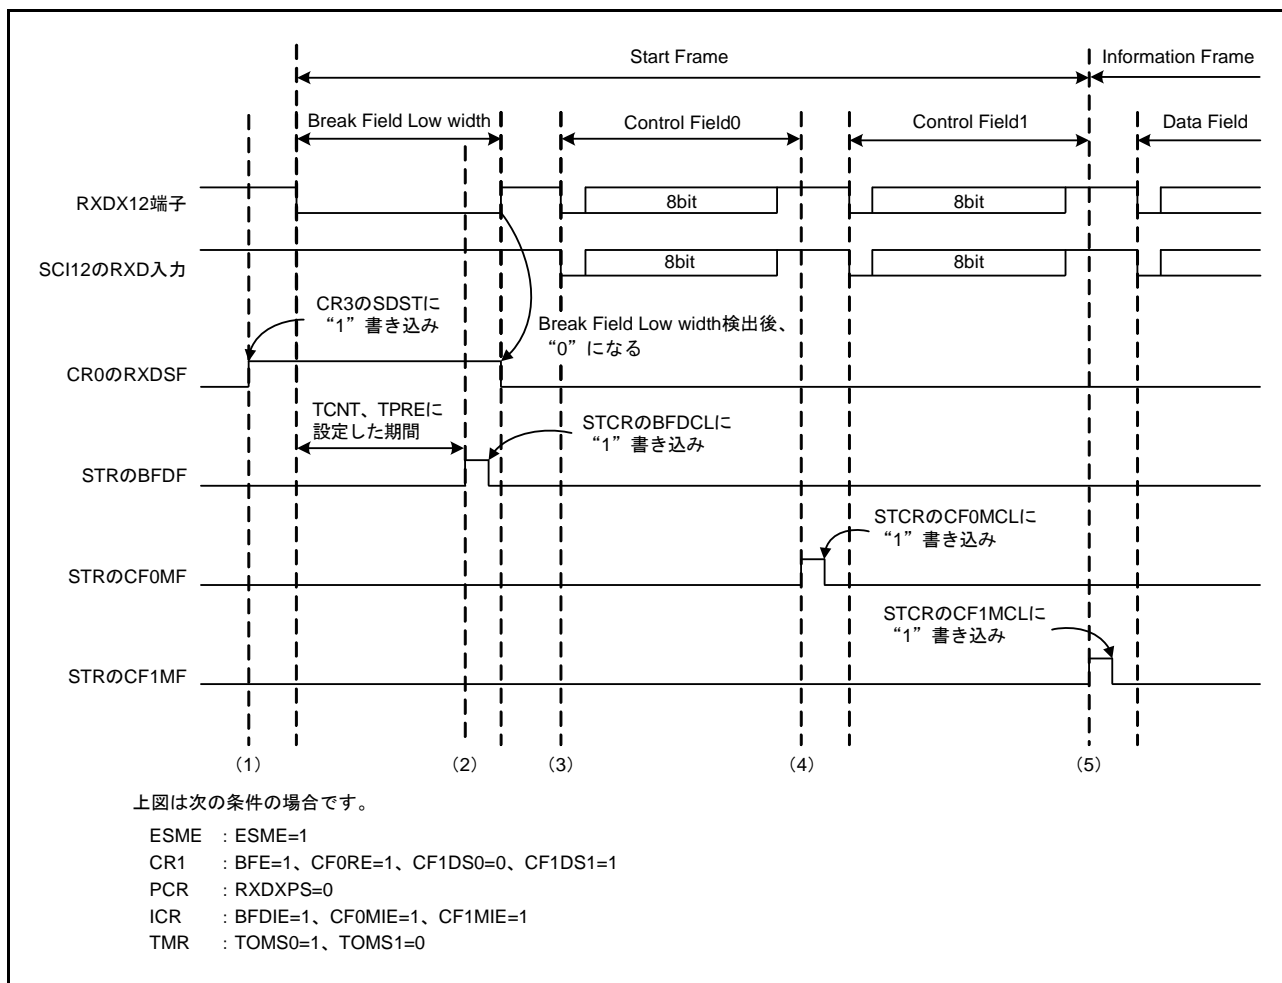
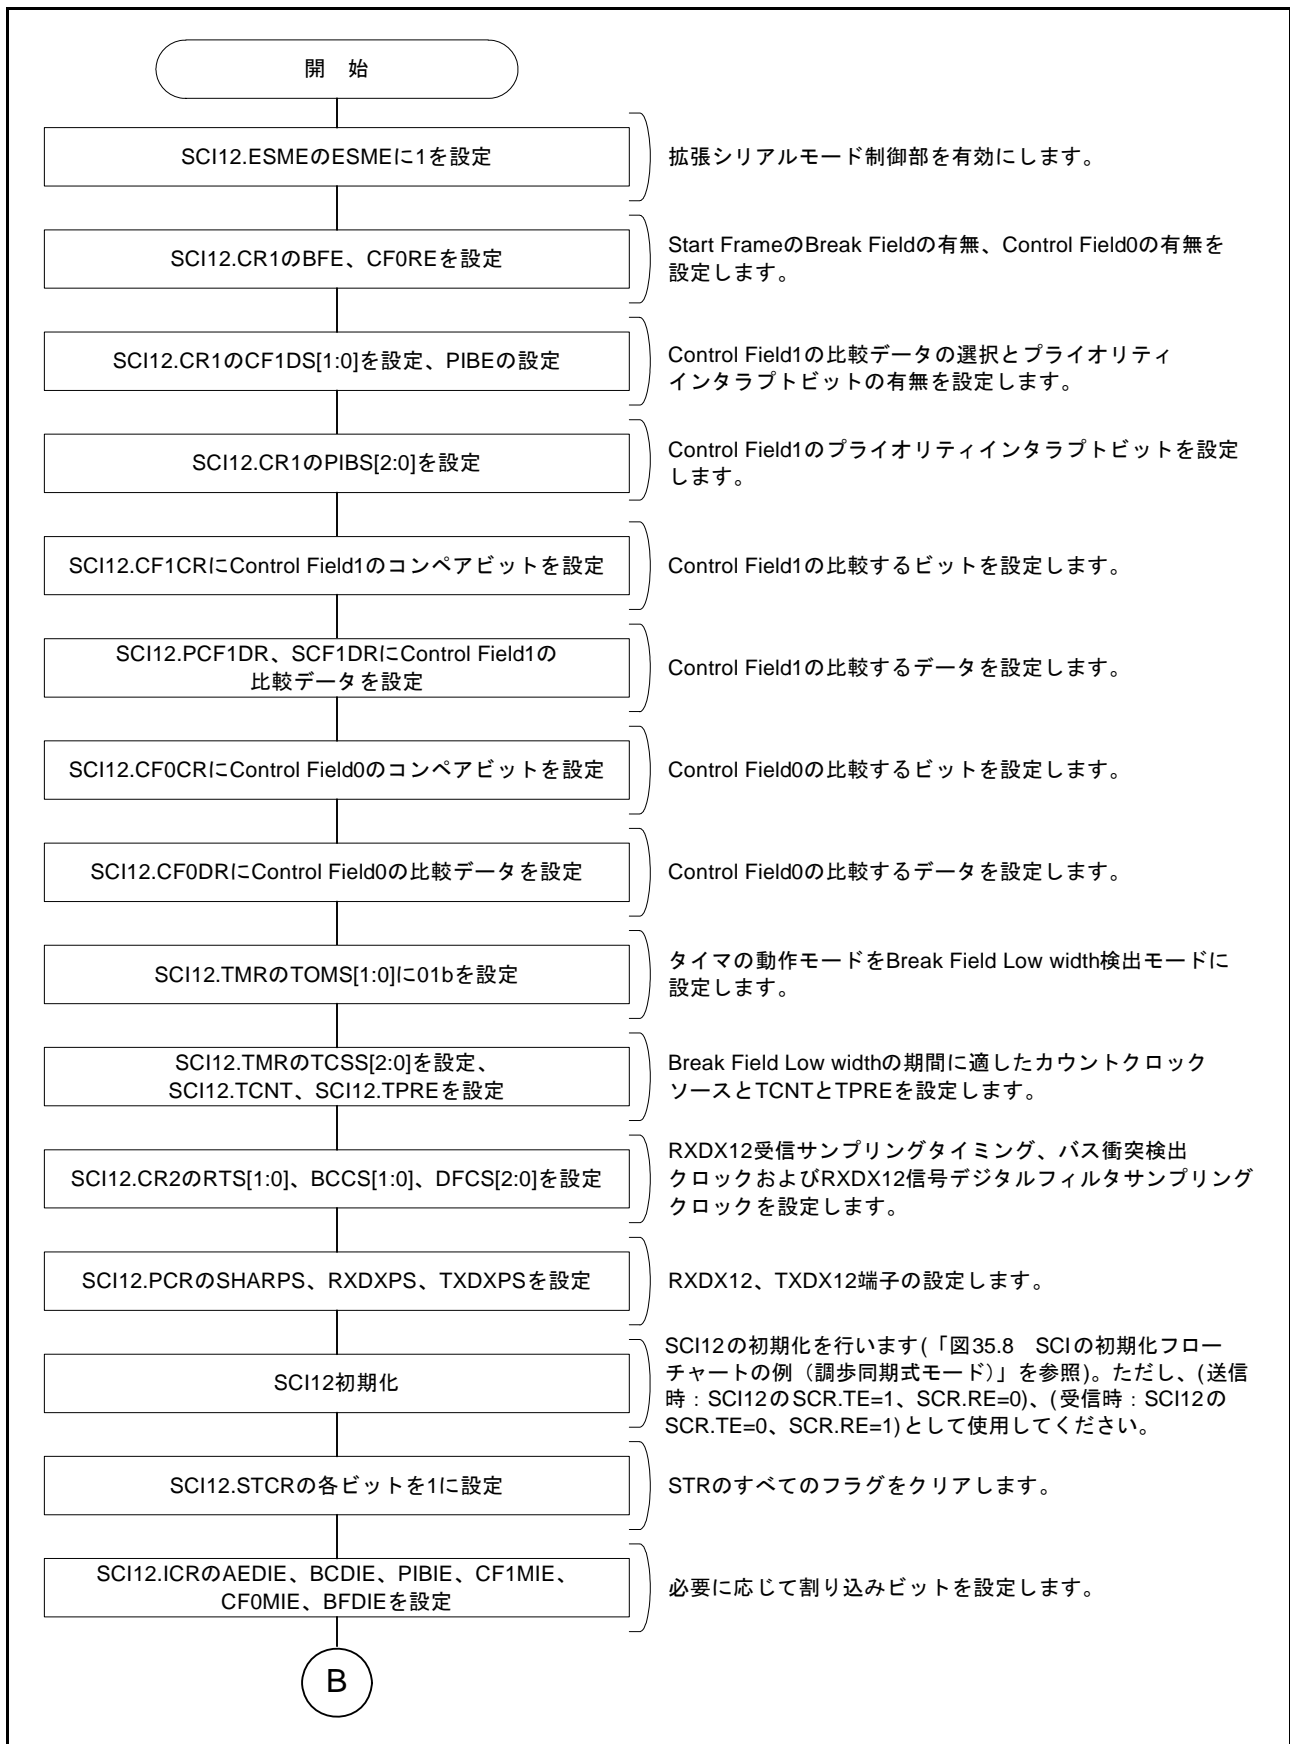
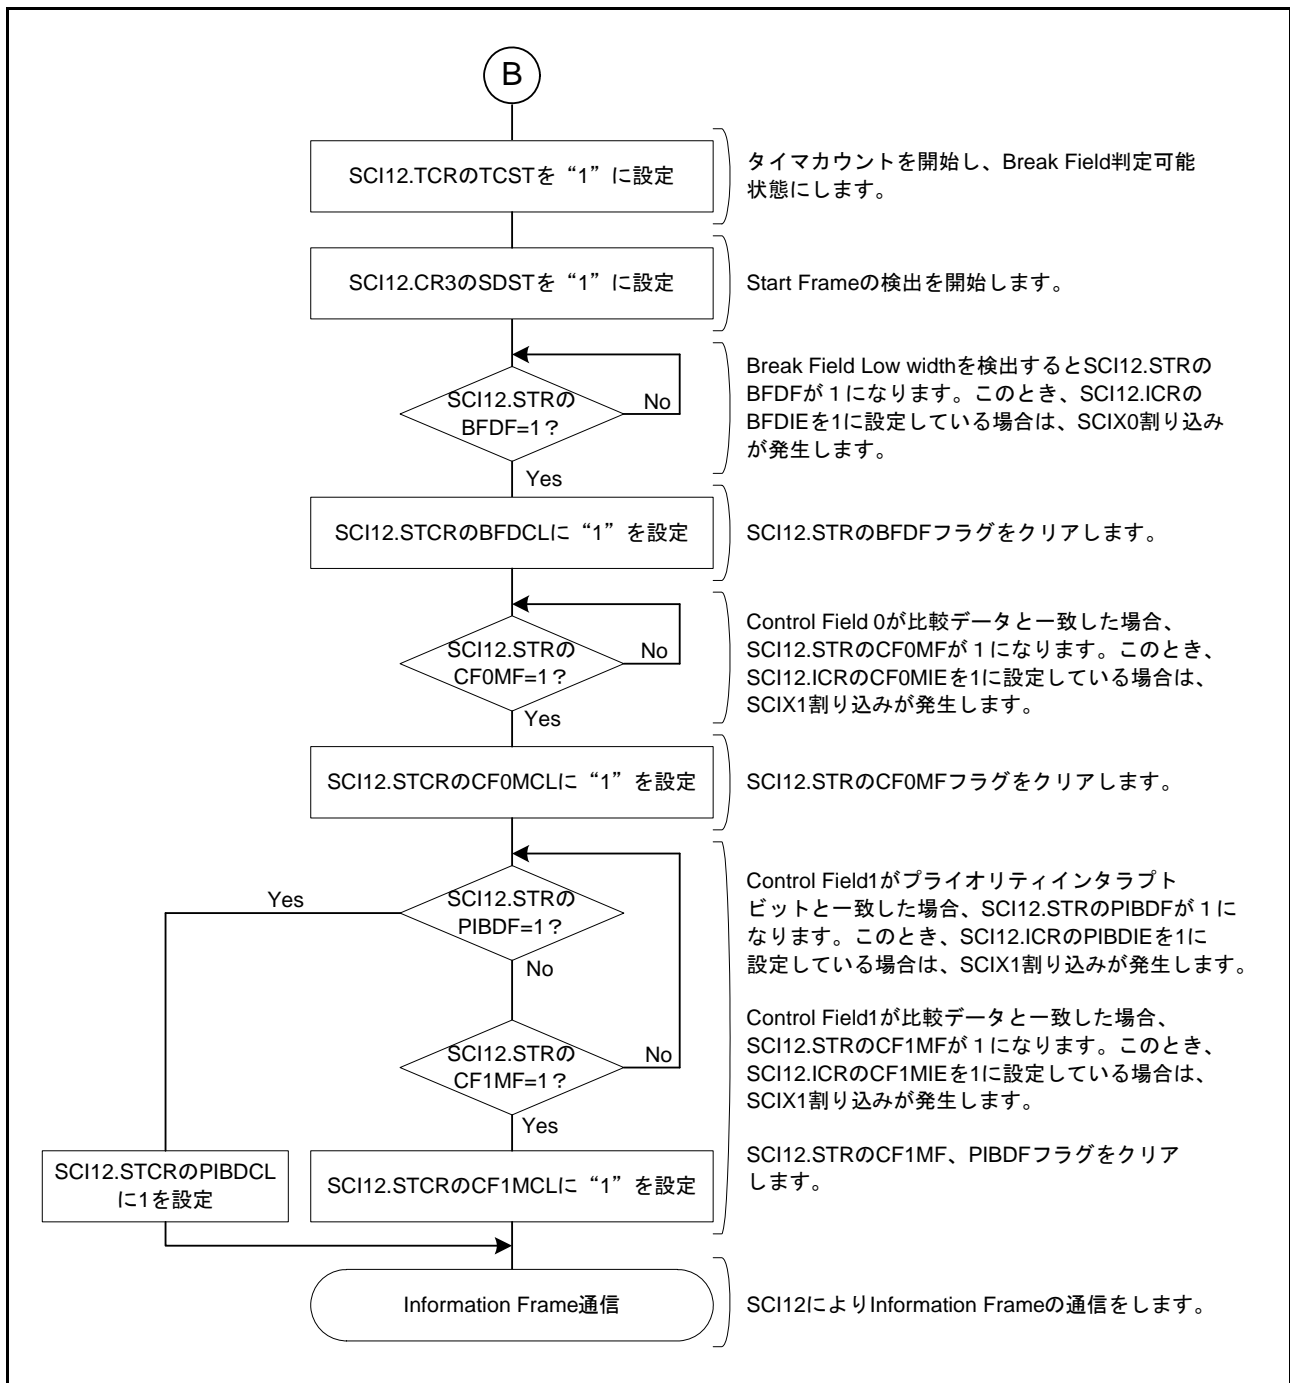
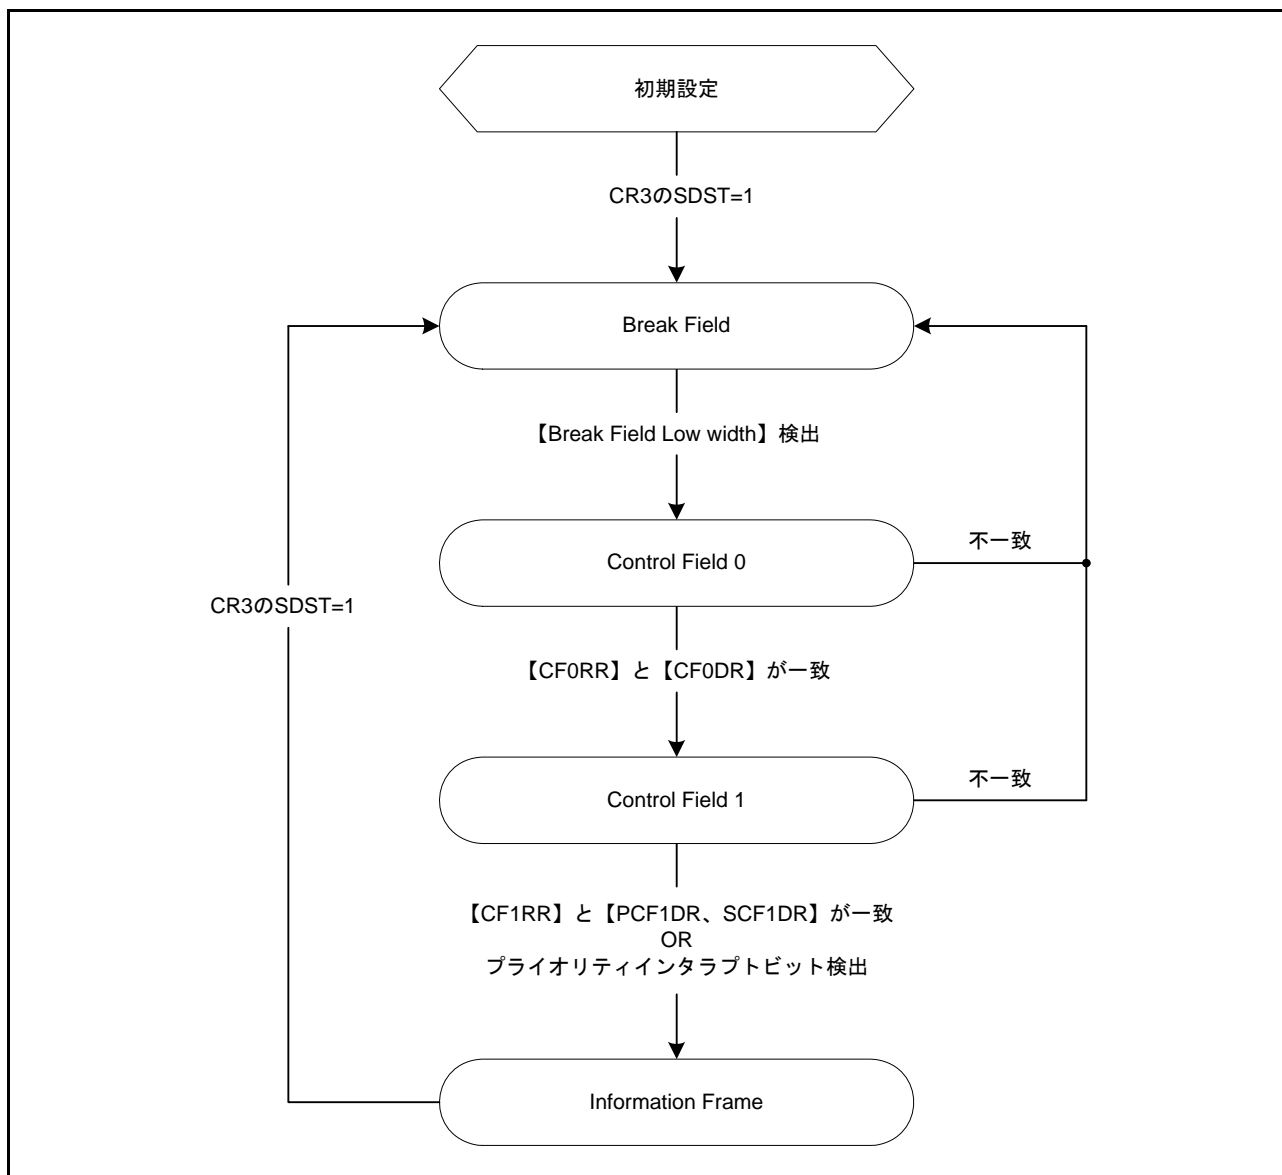

図 35.57 Start Frame 受信時の動作例
図 35.58 Start Frame 受信フローチャート例 (1)
図 35.59 Start Frame 受信フローチャート例 (2)
図 35.60 Start Frame 受信時の状態遷移図
図 35.57 に Break Field Low width、Control Field0 および Control Field1 で構成される Start Frame の受信時の動作例を示します。また、図 35.58、図 35.59 に Start Frame の受信を行うためのフローチャート、図 35.60 に拡張シリアルモード制御部の状態遷移図を示します。
(1) ~ (4) は図 35.57 の Start Frame 受信時の動作例 (1) ~ (4) と同様になります。
(5) CR1 の PIBS[2:0] で指定したビットのデータが PCF1DR に設定したデータと一致した場合、STR の PIBDF が 1 にされます。また、ICR の PIBDIE を 1 に設定している場合は、SCIX1 割り込みが発生します。そして、SCI12 により、Information Frame の通信を行います。Control Field 1 で受信したデータが PCF1DR または SCF1DR に設定したデータのどちらとも一致せず、プライオリティインタラプトビットも検出しない場合は、Break Field Low width 検出前の状態に遷移します。